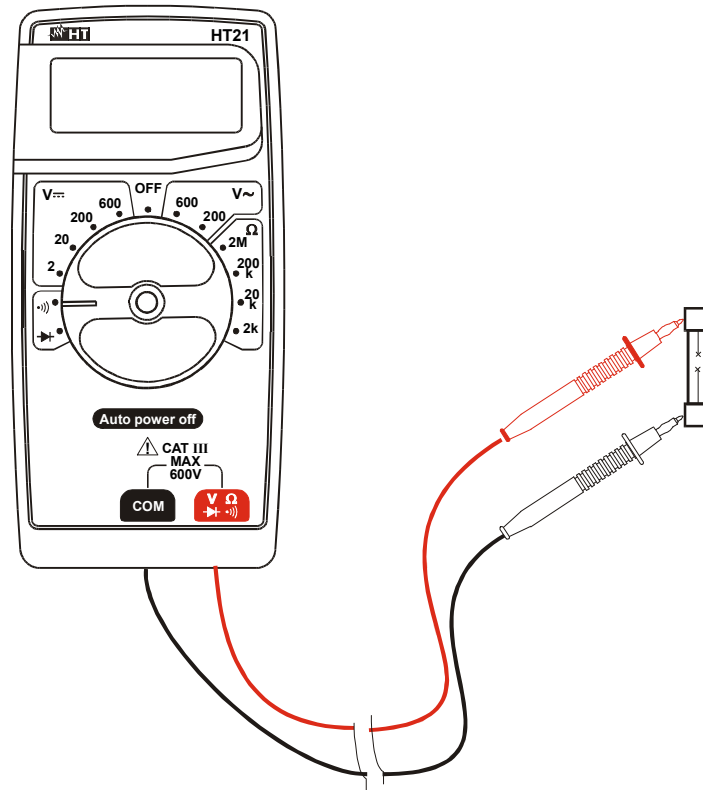

Abb. 5: Durchgangstest
2. Verbinden Sie die Messleitungen wie folgt: die rote Messleitung in $V\Omega\rightarrow$ und die schwarze Messleitung mit dem COM Eingang (s. Abb. 5).